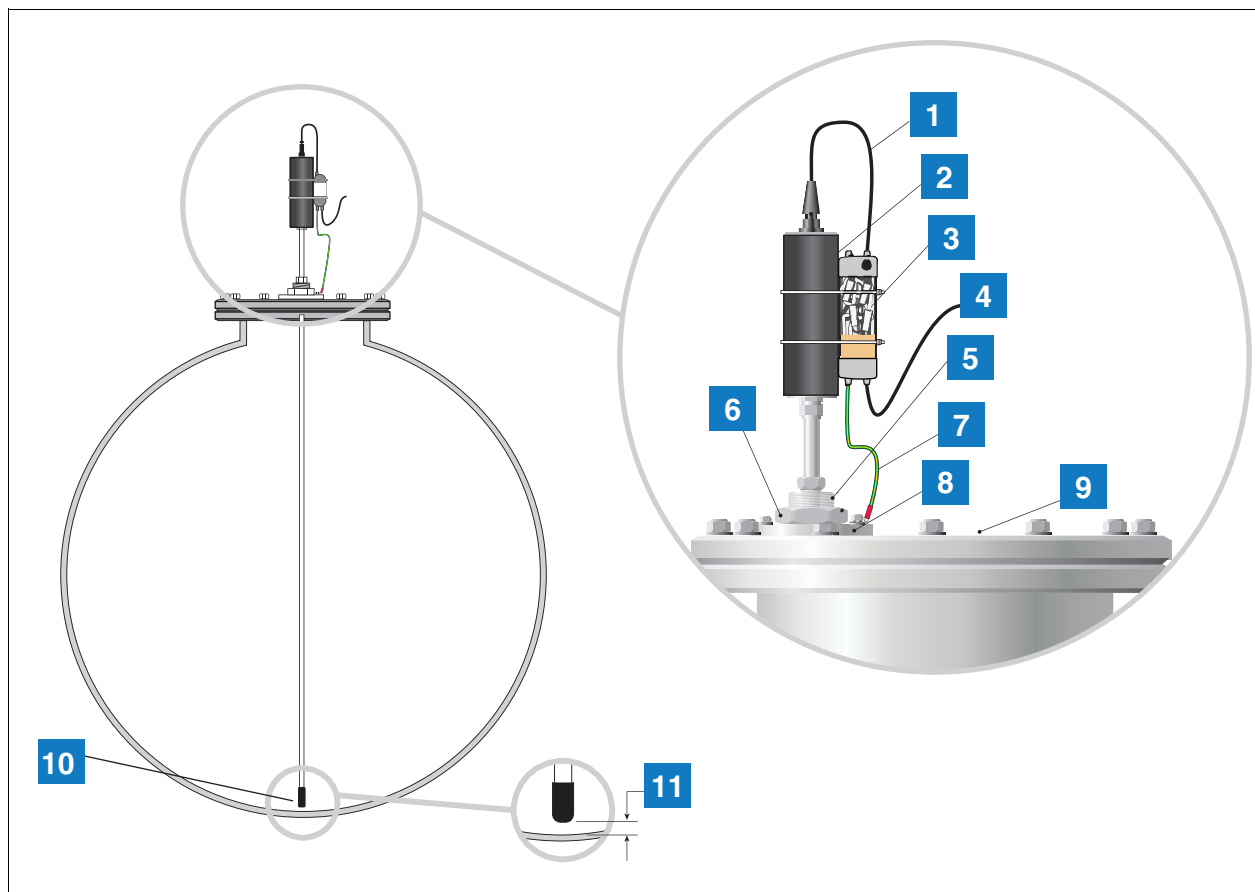

Figura 7. Instalarea sondei Mag pentru zona 1 cu conexiune de proces (presetupă)
Anumite instalații pot necesita o configurație modificată de montare a sondei constând într-o conexiune de proces (presetupă) montată direct pe capacul rezervorului, așa cum se arată în Figura 7. Trebuie asigurată o conexiune sau o flanșă adecvată, cu filet G2 țoli cu 11 pași de filet per țol conform DIN 2999 (BS2779). Înainte de a instala sau efectua activități de service la sonda de tip magnetostrictiv, decuplați alimentarea electrică c.a. la consola TLS și verificați dacă alimentarea electrică a consolei este oprită. În timpul activităților de service deconectați cablul de alimentare și scoateți sonda din rezervor.
1. Referință Figura 7 pentru identificarea pieselor necesare pentru finalizarea instalării.
LEGENDĂ PENTRU CASETELE NUMEROTATE ÎN Figura 7